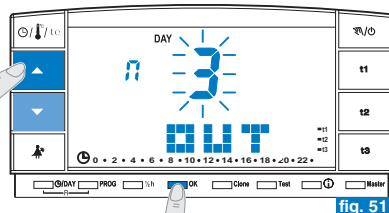

fig. 51
- Sul display appare il mese corrente lampeggiante. Con i tasti   impostare il mese in cui si intende attivare il programma Holiday (lasciare l'abitazione); confermare premendo il tasto **OK** (fig. 51).